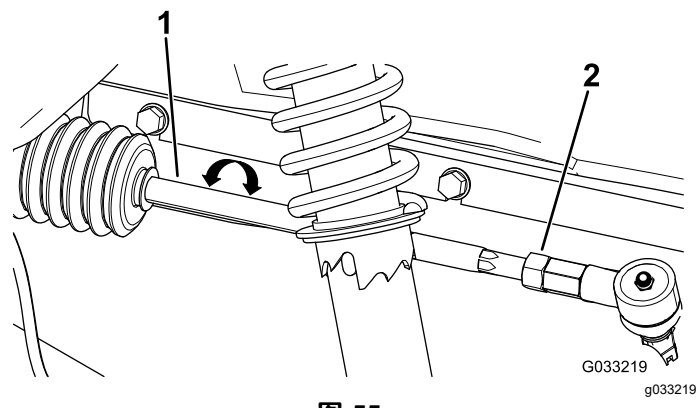

图 55
3. 如果测量值超出 06mm 应松开横拉杆外端的锁紧螺母图 55。